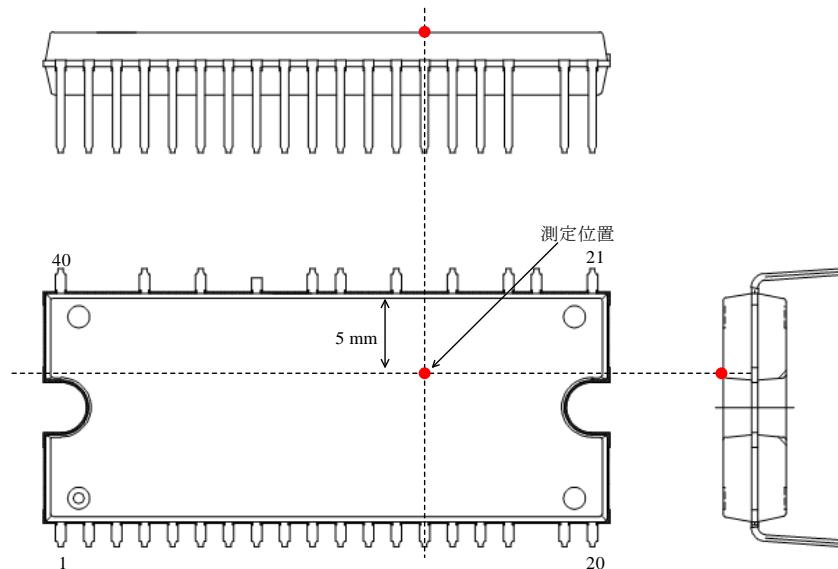

図 3-1 ケース温度測定位置
(1) ケース温度は図 3-1 で規定
(2) 内部スイッチング素子のジャンクションとケース間の定常熱抵抗
(3) 内部フリーホイールダイオードのジャンクションとケース間の定常熱抵抗